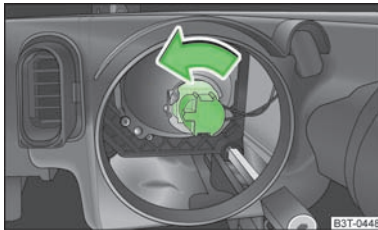

Abb. 190 Glühlampe für Abblendlicht ausbauen
- › Den Stecker mit der Glühlampe bis zum Anschlag **entgegen dem Uhrzeigersinn** drehen und herausnehmen » Abb. 190.